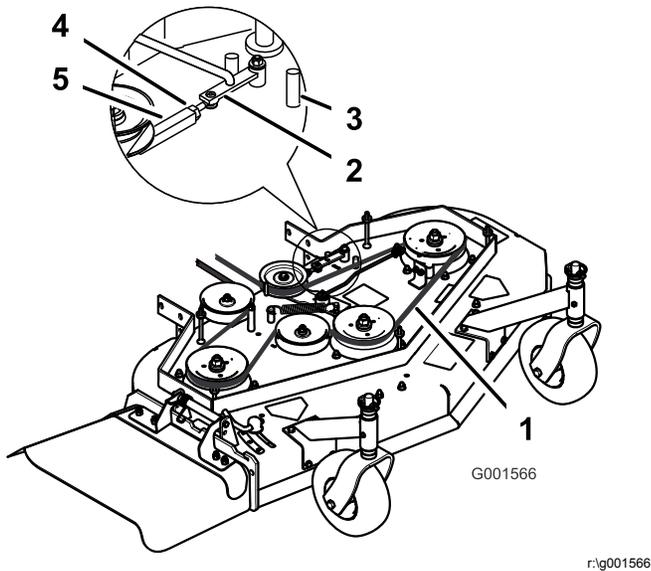

**Figura 43**
**Nota:** La tensión correcta de la correa del cortacésped es de 44-67 N·m (10-15 pies-libra) con la correa desviada 13 mm (1/2) en el punto intermedio entre las poleas (Figura 42 o Figura 43).
**Nota:** La tensión correcta de la correa del cortacésped es de 44-67 N·m (10-15 pies-libra) con la correa desviada 13 mm (1/2") en el punto intermedio entre las poleas (Figura 43).